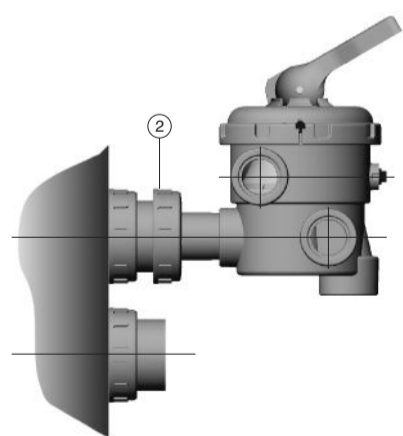

Fig. 2
- Placer la flèche marquée sur le couvercle (près de la sécurité) sur la marque du corps (symétriquement entre les entrées "Pump" et "Return") (voir fig. 2).
- Situar la flecha marcada en la tapa (cerca del seguro) sobre la marca del cuerpo (simétricamente entre las entradas "Pump" y "Return") (ver fig. 2).
2. Réunir la vanne avec la sortie supérieure du filtre en visant l'écrou (2) de façon à ce que la vanne puisse tourner autour de l'axe de l'écrou (figure 2). S'assurer que le joint torique (4) est bien dans son emplacement avant de serrer l'écrou (2).